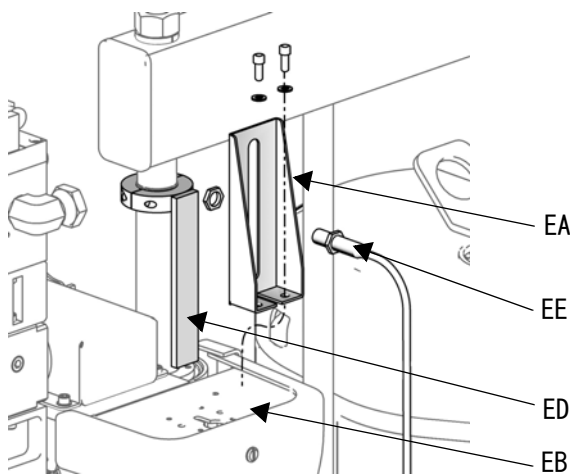

図 9: D200 と D200S 供給システム
3. ドラム低またはドラム空 を計測するには、1 つのセンサー (EE) をセンサーブラケット (EA) に取り付けます。
4. D60、D200 および D200s の供給システムの場合：アクチュエータ (ED) をトップ付近に来たラムピストンロッドに取り付け、ドラム低またはドラム空に応じて、正しいレベルでセンサー (EE) の前を通過するようにします。図 9 を参照してください。